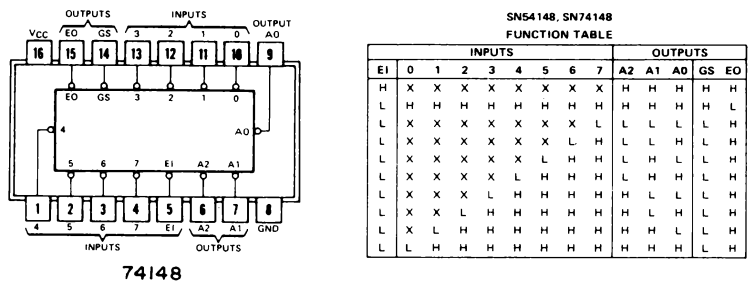

Figura A5-8. Configurazione dei pin e tabella della verità del chip di codifica di priorità 74148.
Viene eseguito un gate ai canali 0,1 e 2 con il segnale di controllo \overline{OUT} e i canali si usano per fornire segnali di abilitazione alle informazioni dal bus di dati bidirezionale nei latch per le Porte 0,1 e 2, rispettivamente. Si esegue un gate al canale 0 con il segnale di controllo \overline{IN} e lo si usa per fornire segnali di abilitazione ai dati d'ingresso presenti al buffer three-state 8095 nel microprocessore 8080A. Gli ingressi del chip 8095 consistono di due uscite da una coppia di chip di codifica di priorità da 8 a 3 linee 74148, che si usano per codificare la tastiera a 15 tasti. Compresi nella tastiera sono i tasti da 0 a 7, il tasto See/Store (S), il tasto Go (G), il tasto del byte d'indirizzo HI (H), il tasto del byte d'indirizzo LO (L) e tre tasti aggiuntivi (A,B e C) che non hanno un uso specifico. La configurazione dei pin del chip 74148 e la tabella della verità sono mostrate nella Figura A5-8. I tasti sono interruttori meccanici non ideali con logica antirimbasso da software.